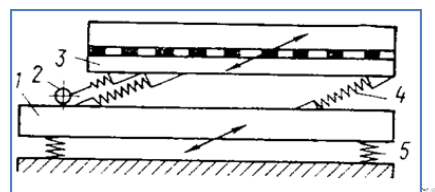

Рис.3
2. На схеме резонансного грохота назвать обозначенные позиции (рис.3)